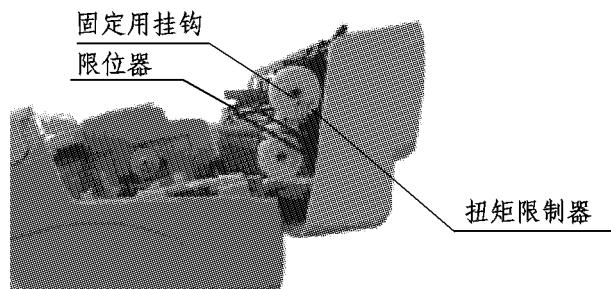

图7-9
(1) 扫描器的更换方法
a) 从底壳中拆卸限位器。(图7-9)